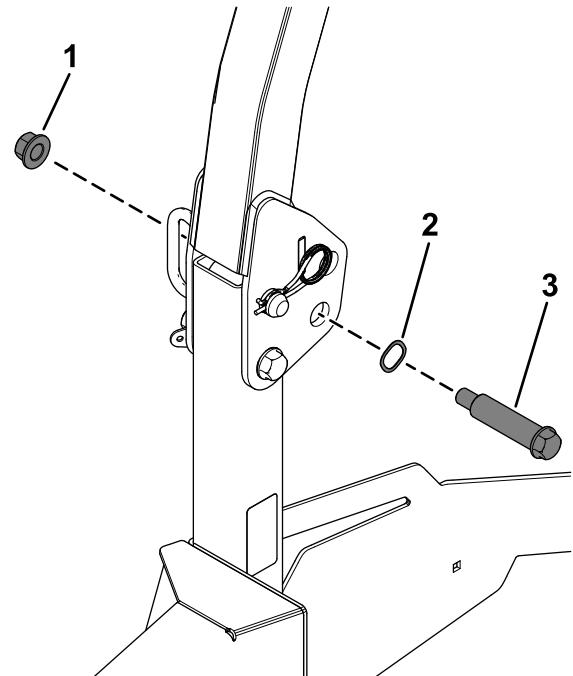

Bild 4
1. Sichern Sie die Ansatzschraube am Überrollbügel mit einer Wellenscheibe und einer Sicherungsmutter ($\frac{1}{2}$ "), wie in Bild 4 dargestellt.